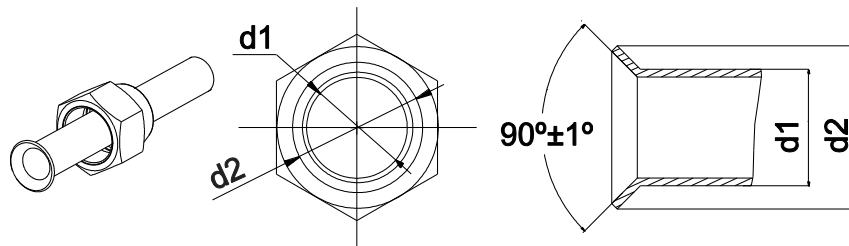

Fig. 8
4. Vérifiez que l'évasement réalisé soit régulier et qu'il n'y ait pas de fissures (voir la figure 8)